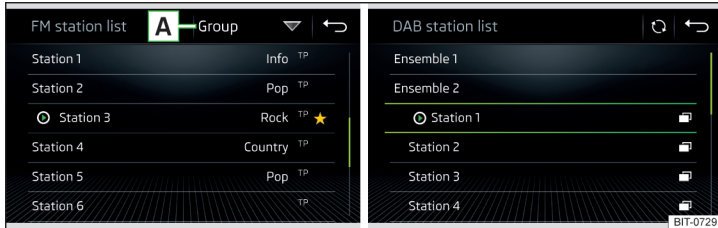

Abb. 176 Beispiel der Liste verfügbarer FM/DAB-Sender
- Zur **Sortierung** (FM) der Sender in alphabetischer Reihenfolge, laut Gruppe oder Genre, die Funktionsfläche [A] » Abb. 176 antippen » !.
- Zur **Filterung** der Sender nach dem Programmtyp (bspw. Kultur, Musik, Sport u. Ä.) in der FM-Senderliste (bei eingeschalteter RDS-Funktion) und der DAB-Senderliste (bei gewählter alphabetischer Sortierung der Senderliste) die Funktionsfläche [A] » Abb. 176 antippen.
- Zur **manuellen** Aktualisierung die Funktionsfläche ☰ » Abb. 176 antippen.